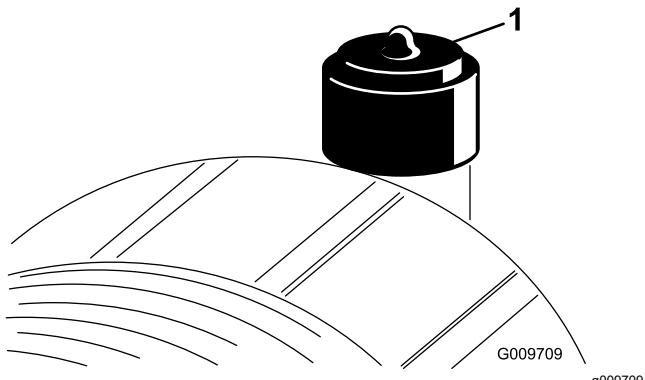

Figure 44
Faites l'entretien du filtre à air uniquement quand l'indicateur de colmatage (Figure 44) indique que cela est nécessaire. Ne remplacez pas le filtre à air plus fréquemment que nécessaire; cela ne fait qu'accroître le risque de contamination du moteur par des impuretés quand le filtre est déposé.
2. Réarmez l'indicateur de colmatage (Figure 44) s'il est rouge.